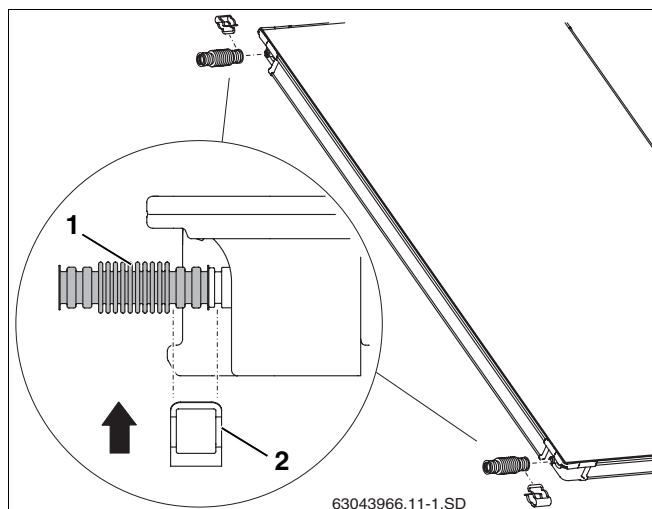

Fig. 45 Instalar as ligações de tubo ondulado no primeiro colector
- ▶ Fazer deslizar as ligações de tubo ondulado (fig. 45, **item 1**) sobre as ligações da esquerda do primeiro colector.
- ▶ Fazer deslizar o grampo (fig. 45, **item 2**) para fixação da ligação sobre a ligação de tubo ondulado e do colector.